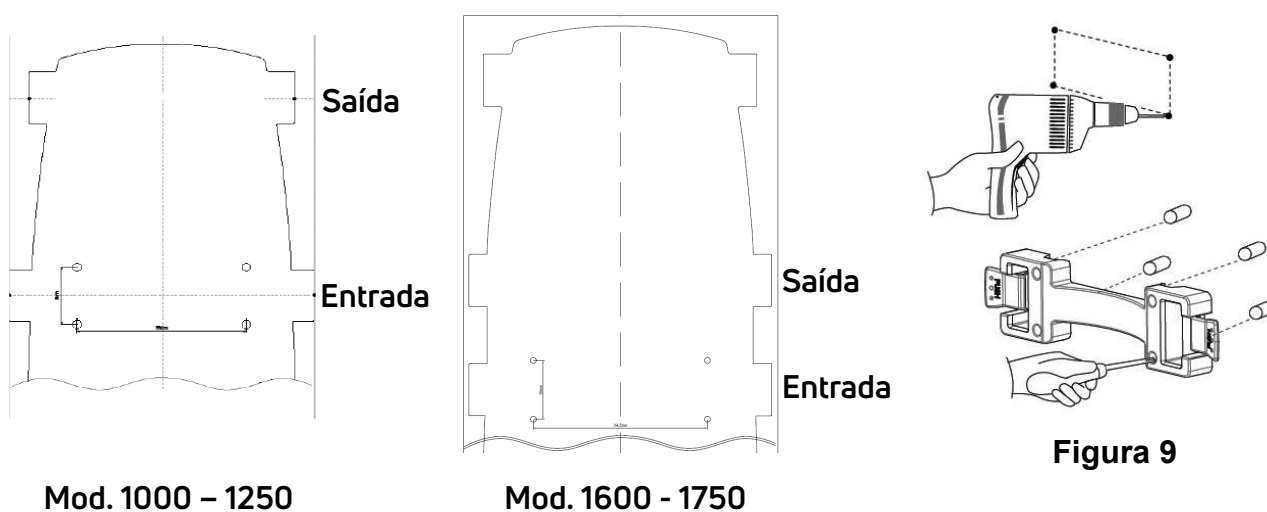

Figura 10
2. Use o modelo apropriado para marcar a posição desejada. Verifique se a posição não interfere na passagem de cabos elétricos (Figura 10).